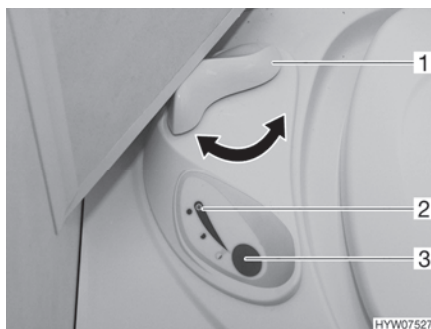

Bild 156 Reglage Thetford-toalett
- Öppna spjället på Thetford-toaletten före spolning. Därtill vrids spjällspaken (Bild 156,1) moturs.
- För att spola, tryck på den blå spolknappen (Bild 156,3).
- Efter spolning stängs spjället. Därtill vrids spjällspaken (Bild 156,1) medurs.
Kontrollampen (Bild 156,2) lyser när Thetford-kassetten måste tömmas.